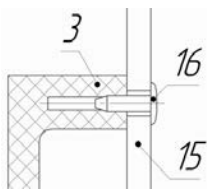
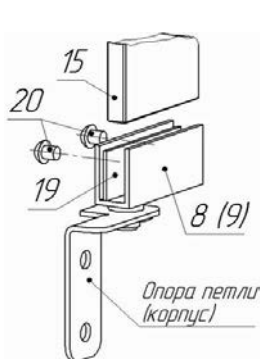
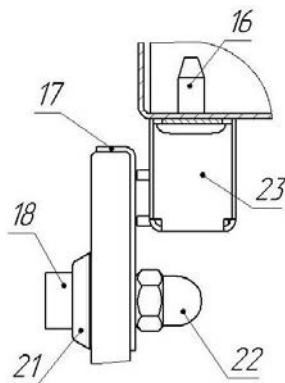

Рис. 2. Схема установки ручки.
Рис. 3. Схема установки петли.
Рис. 4. Схема установки накладки
2.2. Установите шампуры 6 и 7. Установите на стеклянные двери 15 ручки 3 при помощи саморезов 16 (рис. 2); металлические накладки 17 закрепите при помощи винтов 18 с шайбами 21 и гайками 22 (рис. 4). Затем стекла 15 закрепите в петлях 8 и 9 (рис. 3) посредством винтов 20 и металлических прокладок 19 (40x15), выровняв стекла горизонтально. При необходимости выровняйте магнитные защелки 23 таким образом, чтобы их контакт с накладками 17 осуществлялся по всей поверхности магнитных пластин. Для этого ослабьте саморезы 16 (рис. 4), выровняйте магнитные защелки 23 и снова заверните саморезы.